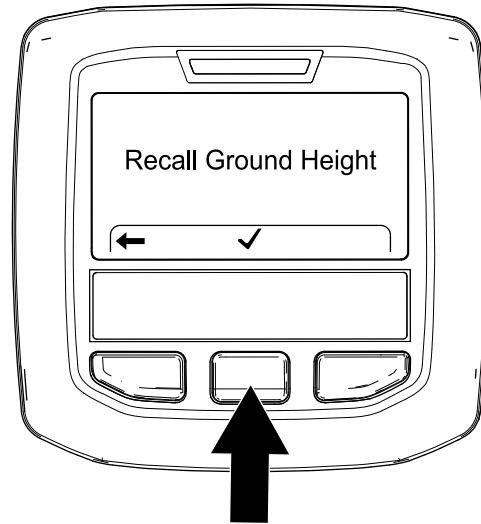

图 114
3. 在“离地高度调用”屏幕上 图 114 按中间 InfoCenter 信息中心按钮。